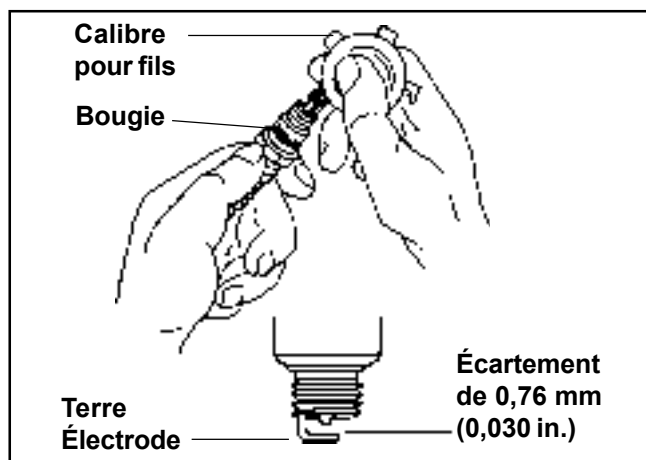

Figure 7-1. Entretien de la bougie.
3. Contrôler l'écartement des électrodes à l'aide d'un calibre. Régler l'écartement en pliant prudemment l'électrode de masse. Régler l'écartement sur **0,76 mm (0,030 in.)**. Voir la Figure 7-1.